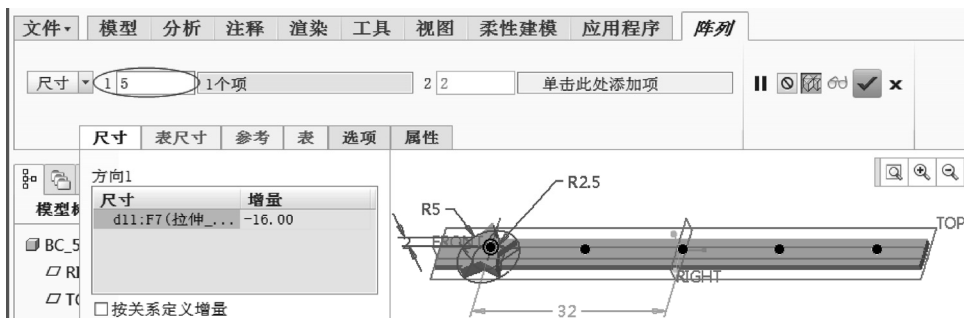

图 5-50 输入第一方向的阵列成员数
6) 在“阵列”选项卡中输入第一方向的阵列成员数为“5”，如图 5-50 所示。